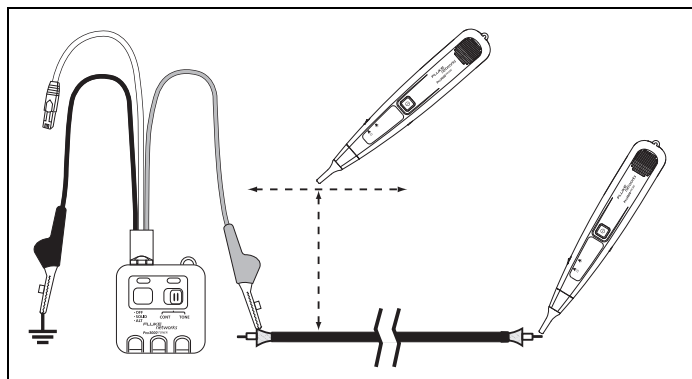

Figure 3. Dépistage de câbles
- 2 Connectez le conducteur d'essai rouge à un fil du câble inconnu (figure 3).